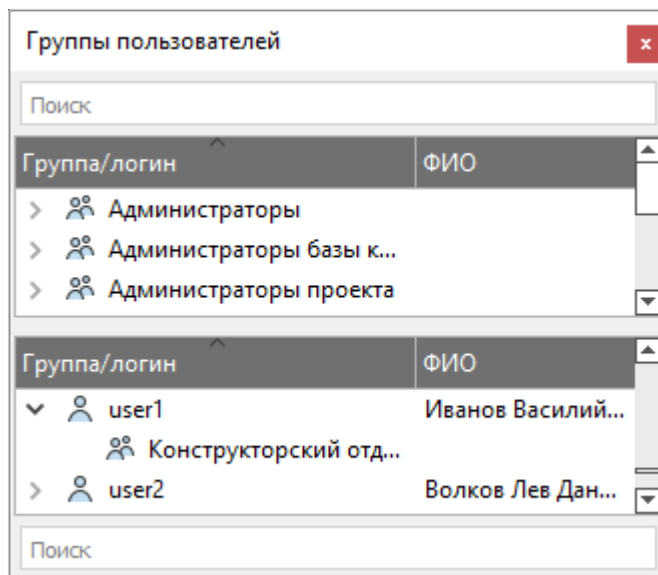

Рисунок 49. Плавающее окно «Группы пользователей»
- 1) Окно «Группы пользователей» состоит из двух полей. В верхнем поле отображаются группы, внутри которых содержится список принадлежащих к ним пользователей. В нижнем поле отображается перечень учетных записей пользователей (см. рисунок 49).